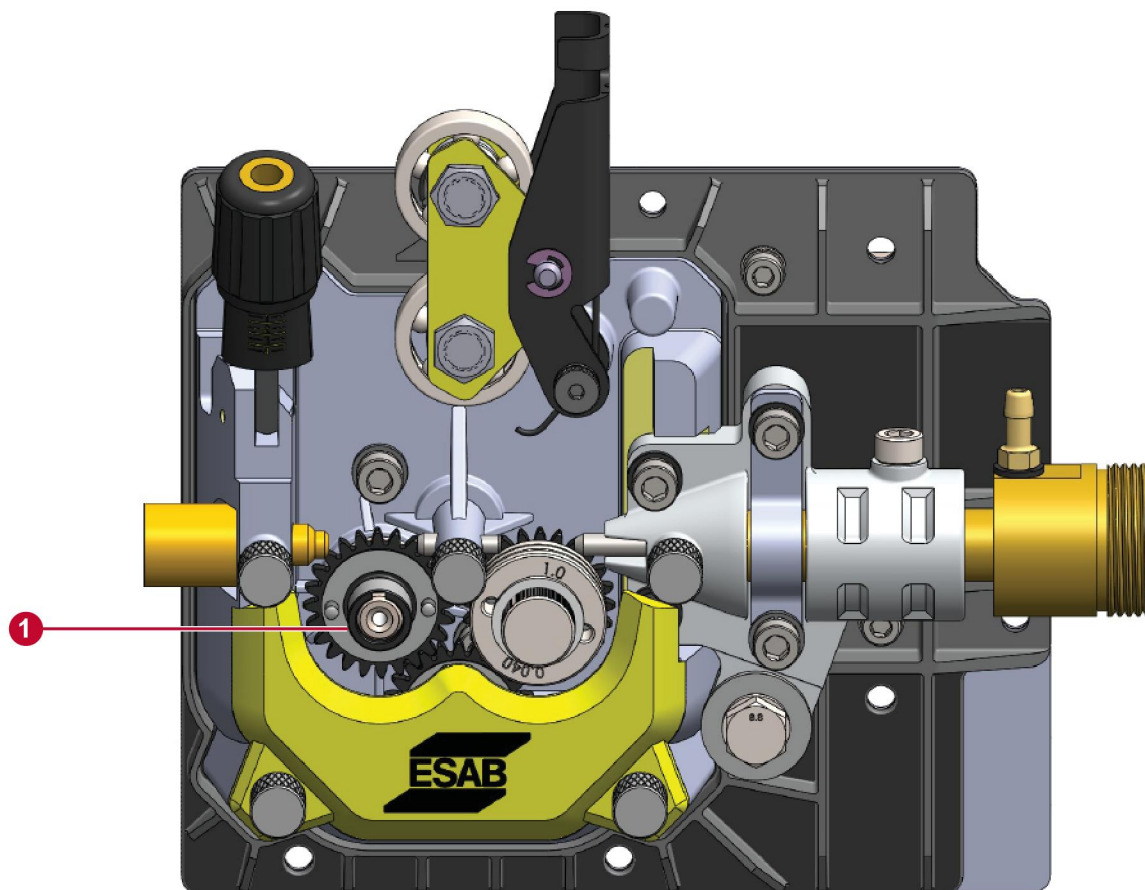

Рис. 5. Ведущая шестерня с полукруглой шпонкой на валу двигателя
4. Освободите натяжной рычаг, вытащив его из фиксатора и повернув его к себе (см. рис. 5). Поскольку для освобождения этого рычага необходимо ослабить давление подачи, то натяжение на роликах необходимо отрегулировать на более позднем этапе. Натяжной рычаг (2) подпружинен. Он будет подниматься, когда регулятор натяжения на предыдущем шаге поворачивается в сторону.
4. Освободите натяжной рычаг, ослабив регулятор натяжения (см. (1) на рис. 5), вытащив его из фиксатора и повернув его к себе. Натяжной рычаг (см. (2) на рис. 5) подпружинен. Он будет подниматься, когда регулятор натяжения на предыдущем шаге поворачивается в сторону.